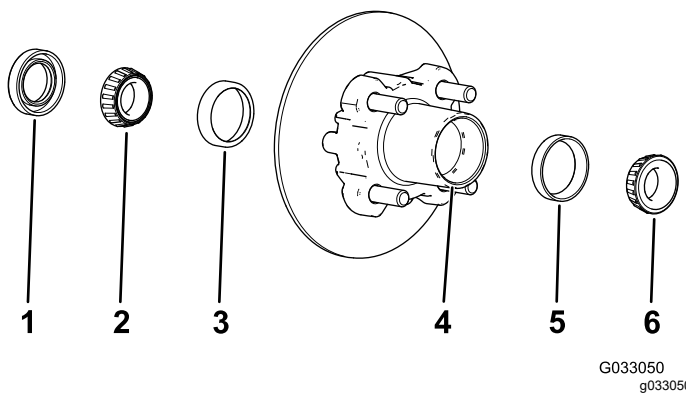

Figura 38
1. Scoateți rulmentul exterior și calea de rulare a rulmentului din butuc (Figura 38).
2. Îndepărtați garnitura și rulmentul interior de pe butuc (Figura 38).
- Curăa cavitatea butucului de toate urmele de grăsime, murdărie i reziduuri (Figura 38).
- Umplei cavitatea butucului între 50% i 80% cu lubrifiantul specificat (Figura 38).
- Montai rulmentul interior pe calea de rulare din partea interioară a butucului i instalai garnitura (Figura 38).